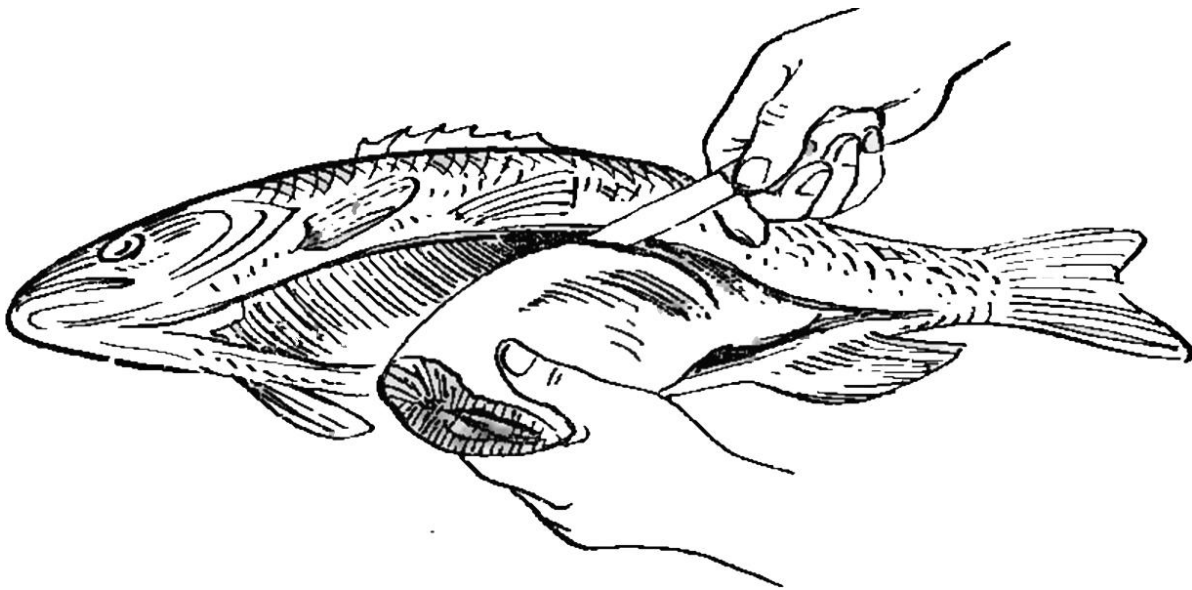

Рисунок 8 – Удаление мясной части у рыбы
2.2. Мясную тушку извлеките частями (рисунок 8). Шкура рыбы при этом не перегибается, а чешуя сохраняется на своих местах.